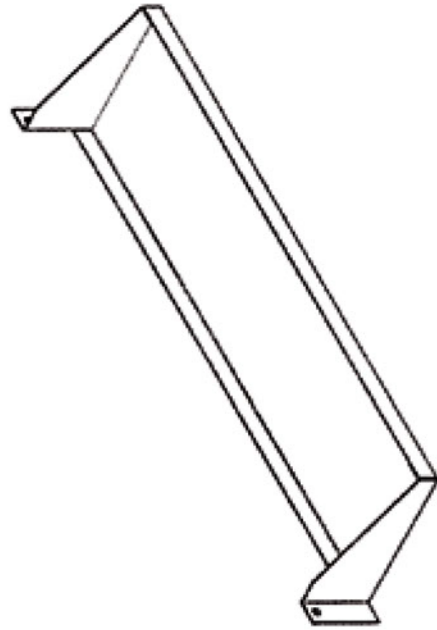

Рис. 7
- полка универсальная (Рис. 7);